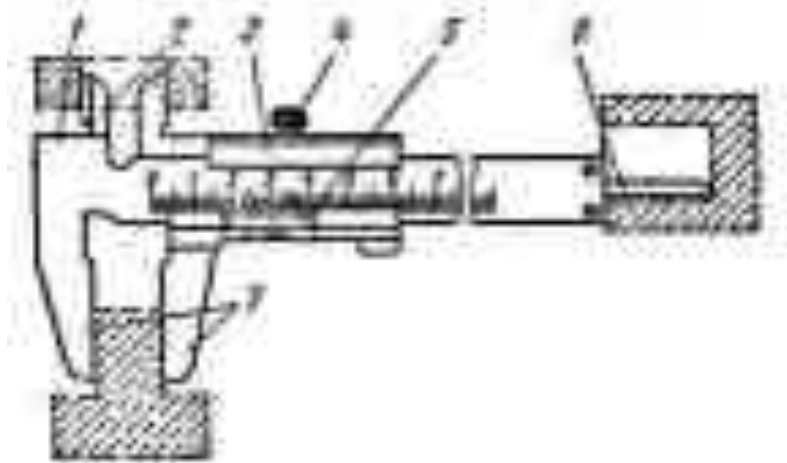

Рис. 1. Штангенциркуль:
- а) изучить все части и их назначение (рис. 1);